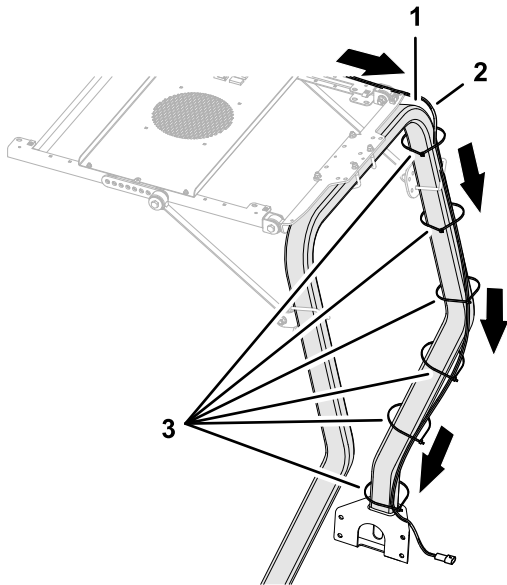

Bild 9
1. Verlegen Sie den Kabelbaum des Bedienfelds entlang des Überrollbügel-Rohrs, wie in Bild 9 abgebildet.
2. Befestigen Sie den Kabelbaum ggf. mit Kabelbindern am Überrollbügel-Rohr (Bild 9).